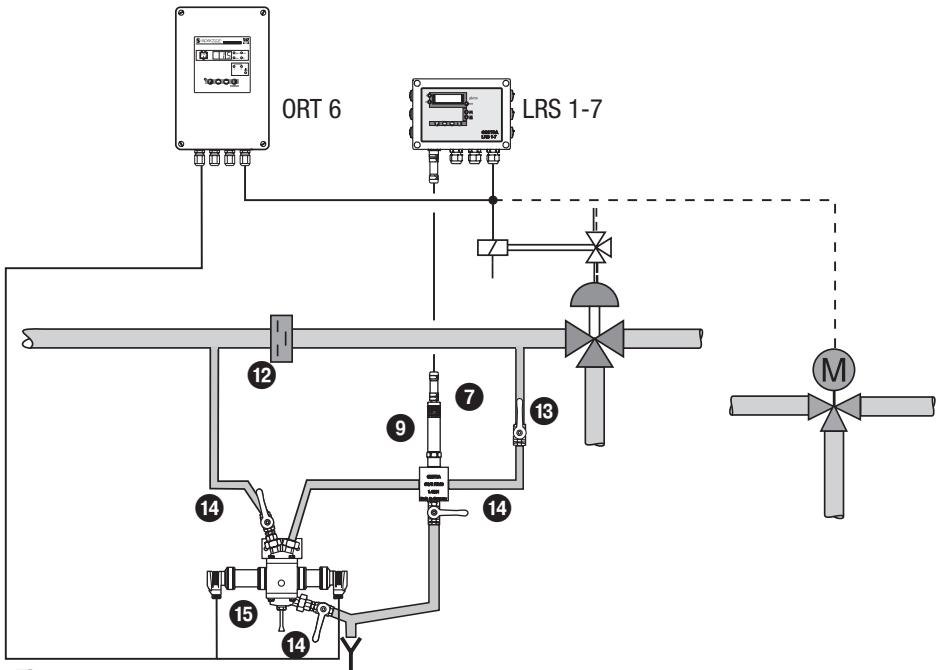

Fig. 8
- Die Leitfähigkeitselektrode und der Messwertgeber ORG 12 / 22 werden in einen Bypass installiert, der tiefer liegt als die Hauptleitung, um Gasblasen und Nachverdampfung von den Geräten fernzuhalten. Bitte auch die Betriebsanleitung OR 52-5 / OR 52-6 beachten. **Fig. 8**